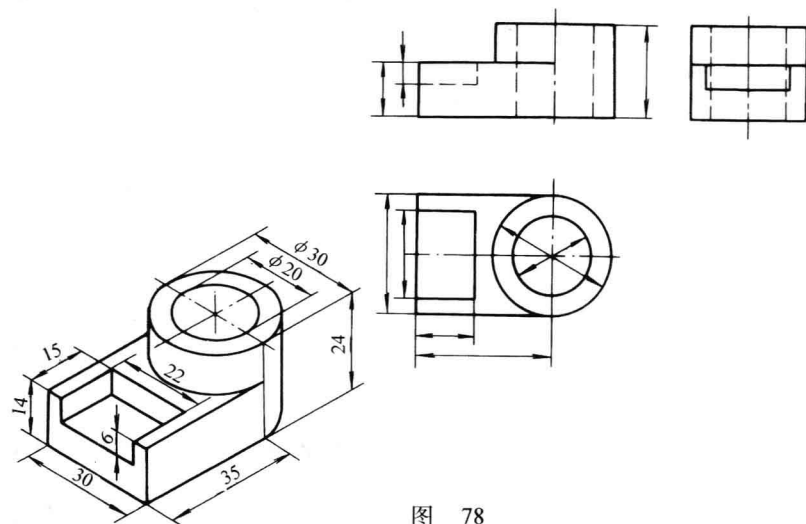
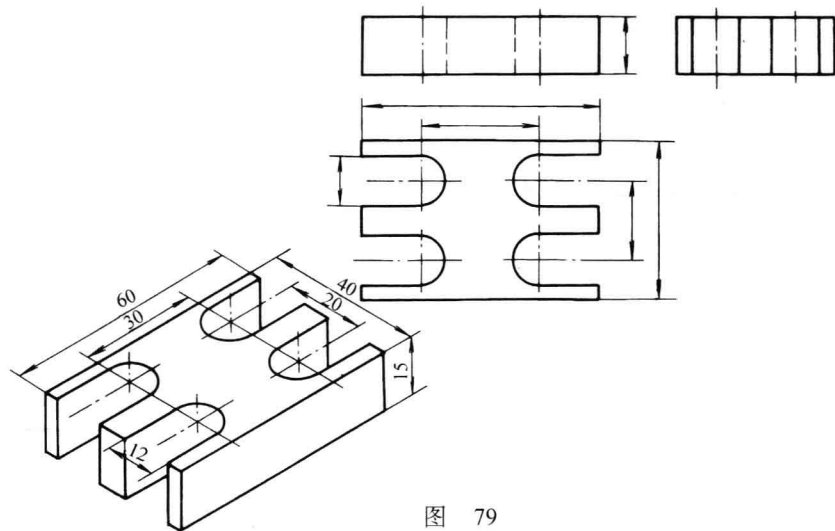

图 78
图 79
- (1) 两个 $\phi 20$ 孔高度方向的定位尺寸是_____;
- (2) $\phi 20$ 与 $\phi 16$ 两孔在长度方向的定位尺寸是_____。
3. 将立体图上的所有尺寸移到三视图上 (图 78、图 79)